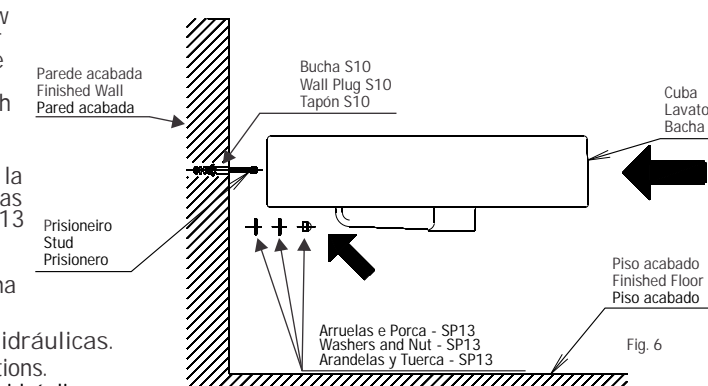

Fig. 6
- 8** Posicionar a cuba, seguir a sequência de montagem de arruelas e porca do SP13 (Fig. 6), realizar o aperto final na porca calota, somente o suficiente para que a cuba fique firme.
Position the lavatory, follow the assembly sequence for the washers and nut of the SP13 (Fig. 6), tighten the capped nut, but just enough so the lavatory is firm.
Posicionar la bacha, seguir la secuencia del montaje de las arandelas y tuercas del SP13 (Fig. 6), apretar finalmente las tuercas calotas, solo lo suficiente para que la bacha quede bien firme y seguro.